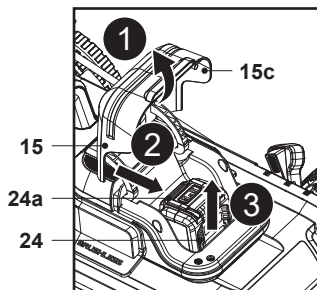

Fig. 9
1. Deschide capacul magnetic (15c) și capacul compartimentului pentru acumulator (15) (fig. 9, pasul 1).
2. Apasă în jos butonul de eliberare (24a) pentru a debloca piedica acumulatorului (24) (fig. 9, pasul 2).
3. Glisează acumulatorul (24) afară din compartiment (fig. 9, pasul 3).
4. Închide cu grijă capacul compartimentului pentru acumulator (15).